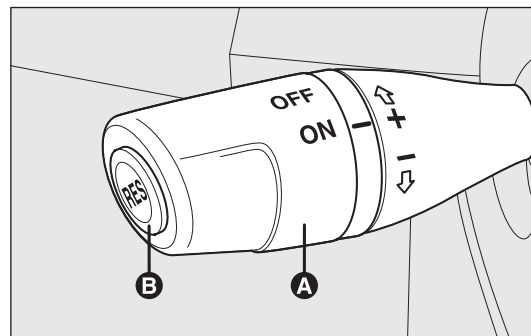

fig. 52
Ruotare il pomello A-fig. 52 in posizione ON.
- ruotare il pomello A-fig. 52 su ON e premendo il pedale dell'acceleratore portare la vettura alla velocità desiderata;
- premere il pulsante RES B-fig. 52.
- premendo il pedale dell'acceleratore; in questo caso il sistema non viene disinserito effettivamente ma la richiesta di accelerazione ha precedenza sul sistema; il cruise control rimane comunque attivo, senza necessità di premere il pulsante RES B-fig. 52 per ritornare alle condizioni precedenti una volta conclusa l'accelerazione.